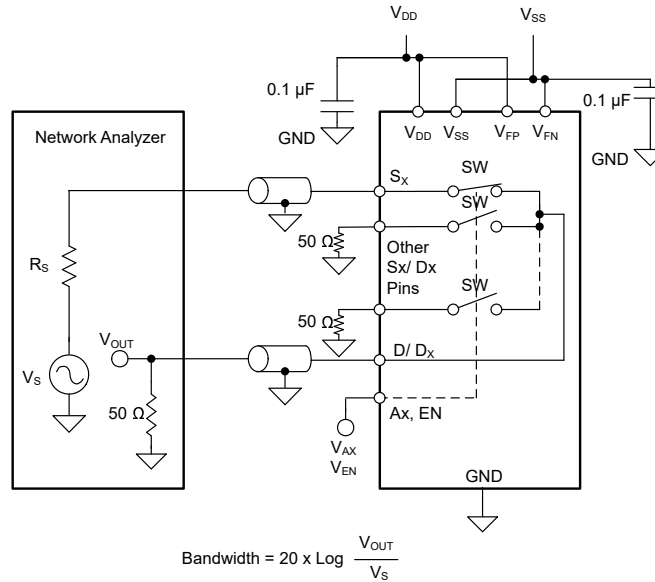

图 8-17. 带宽测量设置
带宽 (BW) 定义为当输入施加到开启通道的源极引脚 (Sx)，并且输出在 TMUX7348F 和 TMUX7349F 的漏极引脚 (D 或 Dx) 处测量时衰减小于 3dB 的频率范围。图 8-17 展示了用于测量开关带宽的设置。